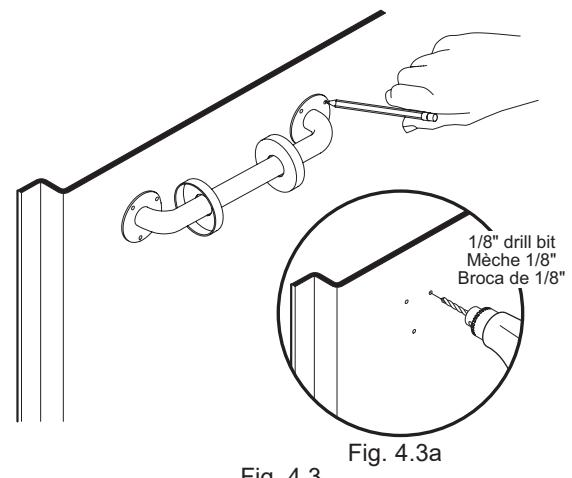

Fig. 4.3
- a) Position the bar at the desired location on the unit. Mark the position of the holes located on each of the support bar flanges. Fig. 4.3.
- a) Positionner la barre à l'endroit voulu sur l'unité. Marquer la position des trous situés sur chacune des brides de la barre de soutien. Fig. 4.3.
- a) Colocar la barra en el lugar deseado en la pared de la unidad. Marcar la posición de los agujeros situados en cada una de las bridas de la barra de soporte. Fig. 4.3.